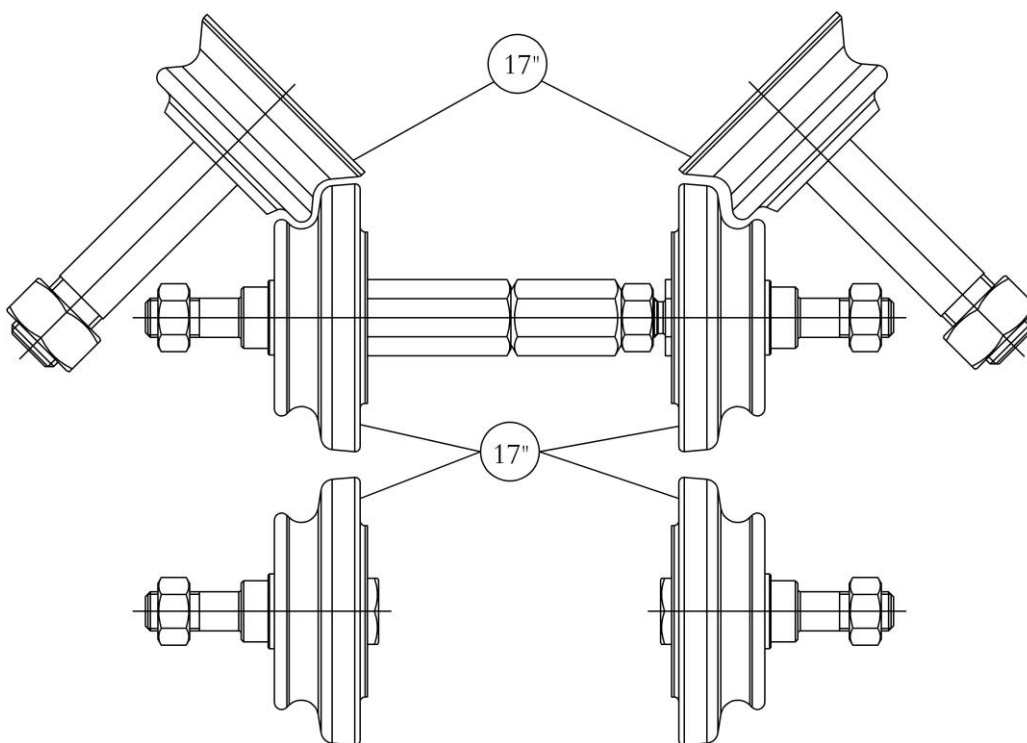

Рисунок 6 - Комплект правильных роликов для колёс автомобилей «HYUNDAI SANTA-FE» с маркировкой на торцах «17»
**ВНИМАНИЕ!** Для правки колёс автомобилей «HYUNDAI SANTA-FE» необходимо установить комплект правильных роликов с маркировкой на торцах «17» (см. рисунок 6).